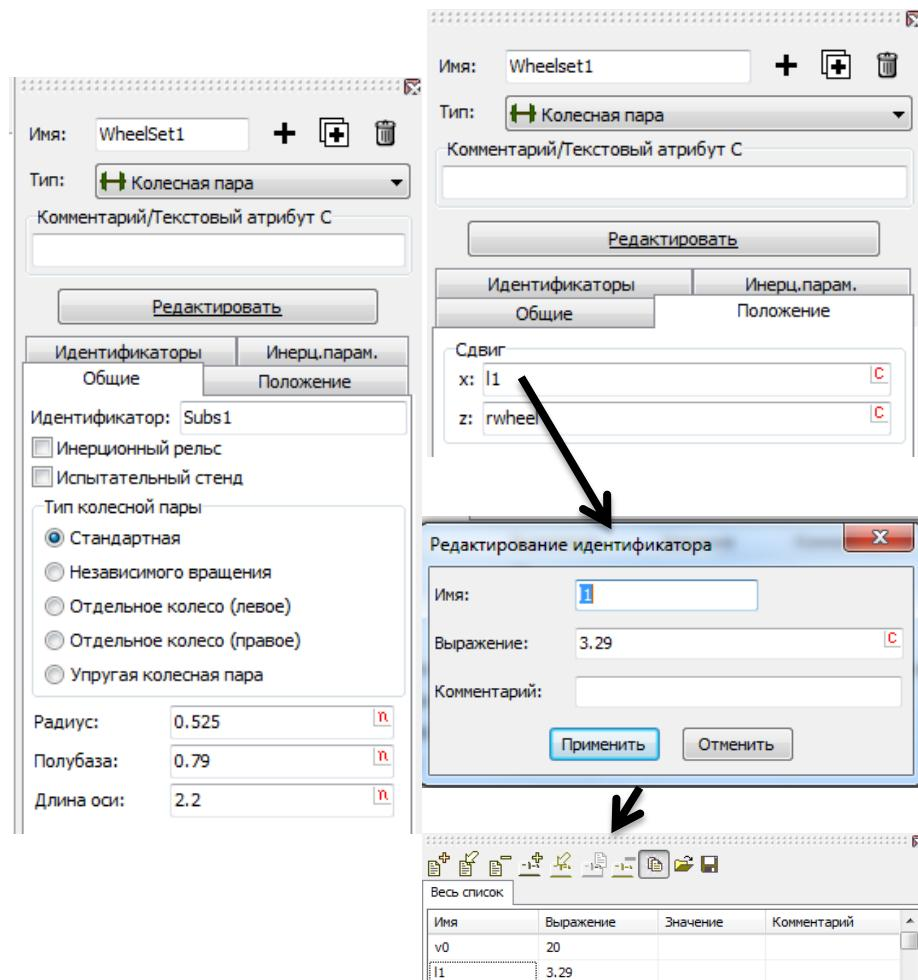

Рис. 2.6. Изменение параметров колесной пары
При необходимости здесь вы можете изменить также полубазу колёсной пары и радиус круга катания (рис. 2.6, слева).
- Задайте положение колёсной пары относительно экипажа. Перейдите на вкладку **Положение**, в поле **Сдвиг | x** введите **L1** (рис. 2.6, справа). Таким образом, идентификатор **L1** задает сдвиг колёсной пары в продольном направлении. Нажмите клавишу **Enter** и введите численное значение идентификатора **L1=3.29 м**, и идентификатор появится в списке идентификаторов сразу после стандартного идентификатора **v0** (скорость экипажа). Вы можете в любой момент модифицировать значения идентификаторов в списке.
- На этом этапе пользователь может выбрать положение начала отсчёта инерциальной системы координат (СК0): на уровне головки рельса (рекомендуется) или на уровне осей колёсных пар (устаревшее). В этом уроке выберем рекомендуемое положение начала отсчёта инерциальной системы координат на уровне головки рельса. Для этого колёсную пару следует сдвинуть вверх на величину радиуса круга катания. В поле **Сдвиг | z** введите идентификатор **rwheel** далее назначьте ему значение **0.525**, рис. 2.6, справа сверху.